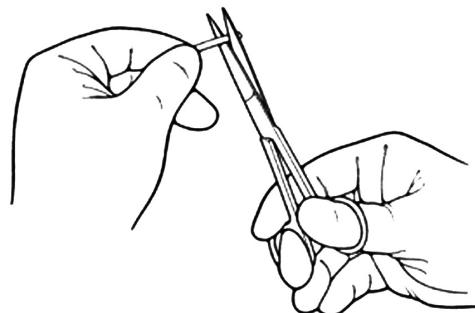

Figura 4-30. Recorte el tubo
1. Con unas tijeras limpias y afiladas, corte de forma recta la longitud de los tubos para que se ajusten a la anatomía del paciente. (**Figura 4-30**)